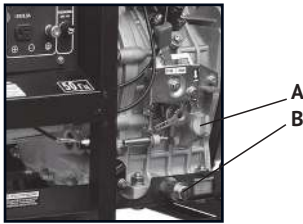

Рис. 7
- Открутите крышку сливного отверстия картера (рис. 7, **В**), расположенную на двигателе под крышкой масляного щупа (рис. 7, **А**).